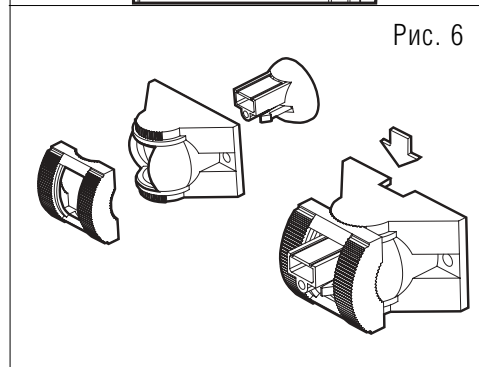

Рис. 6
- Выбрать сектор контроля извещателя (рис. 5), разметить отверстия под крепеж, при необходимости вскрыть канал для провода, собрать кронштейн (рис. 6)